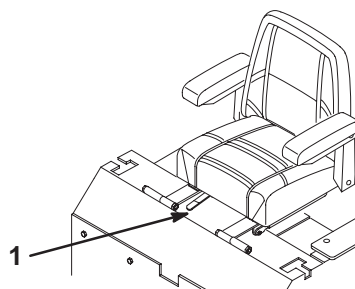

Figure 24
1. Poussez le levier de réglage sur le côté pour débloquent le siège (Fig. 24).